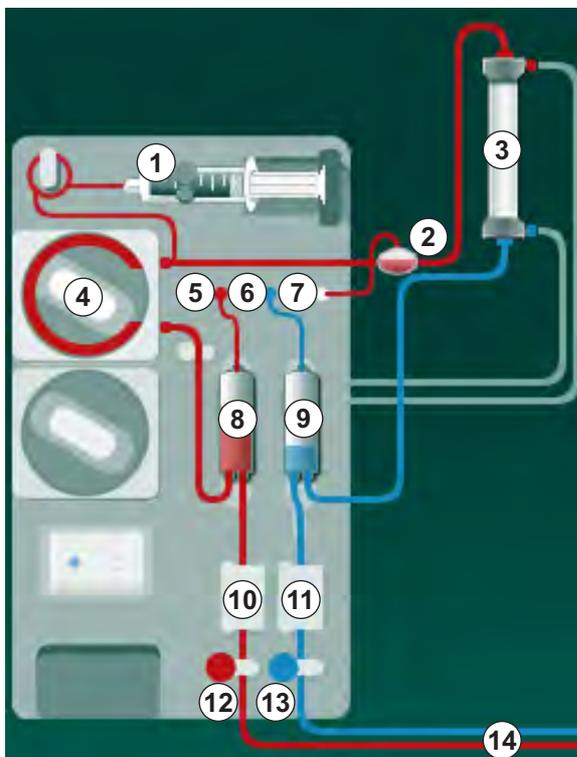

Fig. 3-2 Modo de Funcionamento - Punção Única Crossover
Com o clamp da linha venosa (Fig. 3-2 Modo de Funcionamento - Punção Única Crossover (35), ⑬) fechado e o clamp da linha arterial ⑫ aberto, a bomba de sangue ④ bombeia o sangue a partir do paciente por meio do dialisador ③ e para dentro da câmara venosa ⑨. A pressão na câmara venosa ⑨ é monitorizado por meio do sensor de pressão venosa ⑥. Assim que a pressão de mudança de fase pré-estabelecida é alcançada, a bomba de sangue ④ pára e o clamp da linha venosa ⑬ será aberto. Devido à pressão na câmara venosa ⑨, o sangue flui através do dialisador ③ novamente para o doente, até que a pressão de mudança de fase inferior seja alcançada. Uma vez alcançada a pressão de mudança de fase inferior na câmara venosa ⑨ ou o tempo de fluxo de retorno tenha expirado, o clamp da linha venosa ⑬ fecha-se. Pouco depois, o clamp da linha arterial ⑫ abre-se. A bomba de sangue ④ é ativada e o processo é reiniciado e o sangue é retirado do paciente.